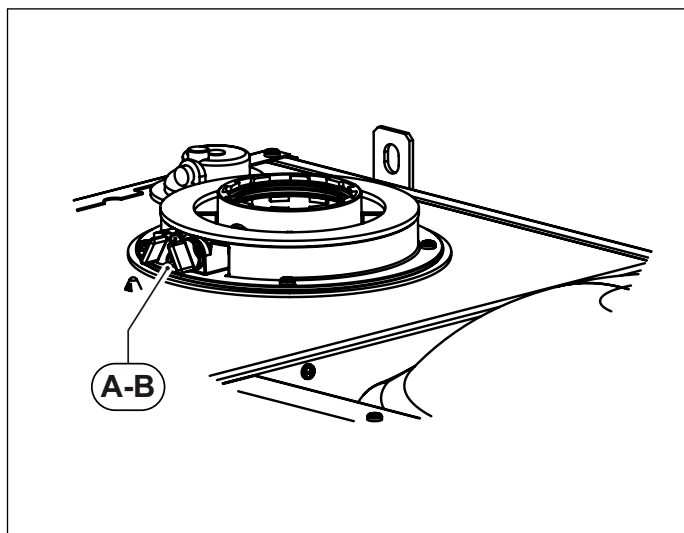
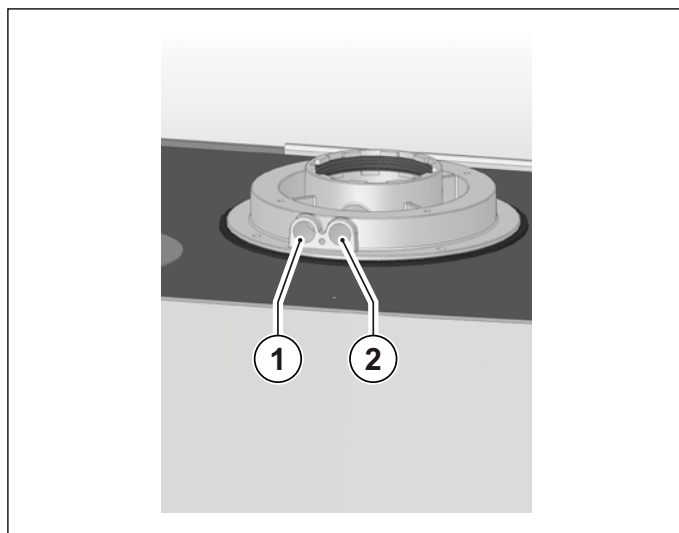

Fig. 19 Posizione tappi
Fig. 20 Posizione fori
La caldaia è provvista di una torretta per il collegamento della tubazioni di aspirazioni aria/scarico fumi (vedi Fig. 19 Posizione tappi e Fig. 20 Posizione fori).
Nella torretta sono stati predisposti dei fori per l'accesso diretto all'aria comburente ed allo scarico dei fumi (vedi Fig. 20 Posizione fori).
Prima di effettuare le misurazioni togliere i tappi **A** e **B** dai fori predisposti sulla torretta (vedi Fig. 19 Posizione tappi).
- misura dell'aria comburente prelevata nell'apposito foro **1** (vedi Fig. 20 Posizione fori).
- misura della temperatura fumi e della CO₂ prelevata nell' apposito foro **2** (vedi Fig. 20 Posizione fori).